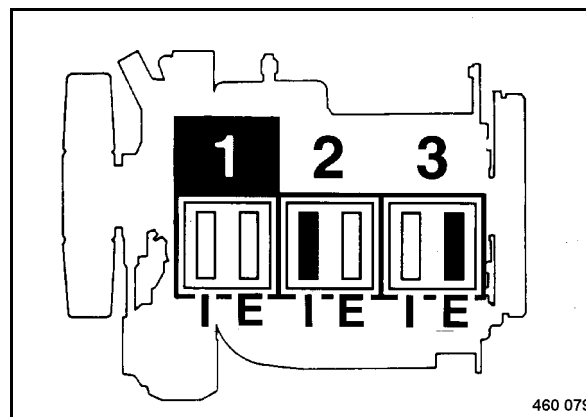

Fig. 119
Posizione dell'albero motore 1 (Fig. 119)
- Controllare le valvole contrassegnate di nero dei cilindri 1, 2 e 3 (Fig. 119) ed eventualmente registrarle.